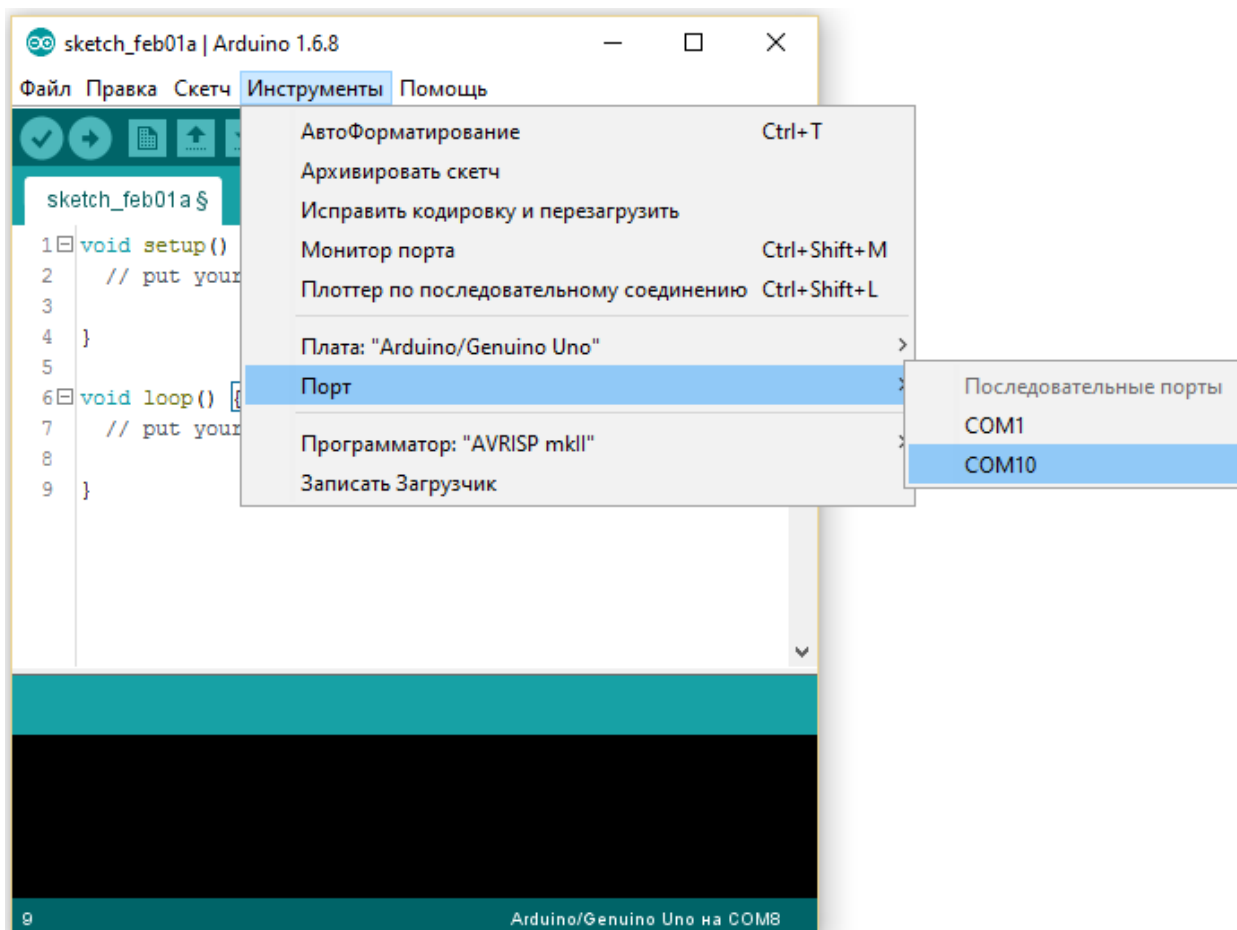

Рисунок 5 – Выбор виртуального COM-порта
- 3) Выберите виртуальный COM-порт, к которому подключена отладочная плата (рисунок 5);